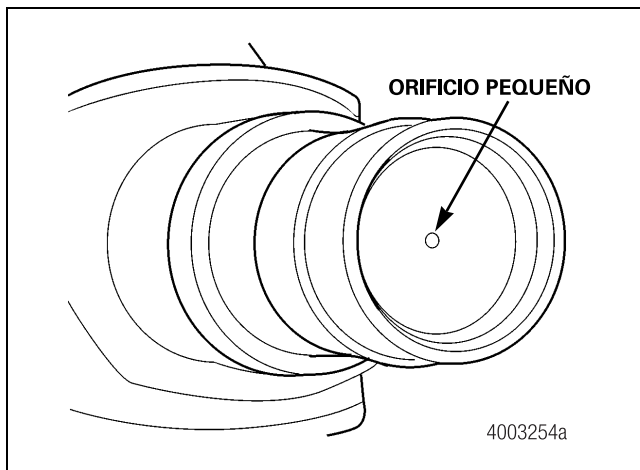

Figura 8.10
- Un punto de calibración aceptable para medir "C" y "D" es el orificio pequeño ubicado en la tapa del extremo de la espiga presente en la mayoría de los ejes de semirremolque. Para tener acceso a esta tapa, retire los tapones de caucho para llenado de aceite de la tapa de maza. También constituyen puntos de calibración aceptables los bordes de los aros o rines de rueda, según se indicó anteriormente. Figura 8.10.